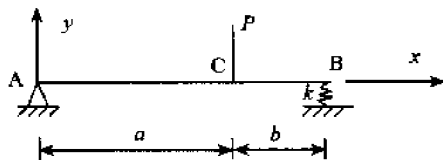

图 6-28
1. 简支梁如图 6-28 所示,支座 B 为弹簧支撑,弹簧刚度是 k 。当用积分法求梁的位移时,确定积分常数的支撑条件是____、____;连续条件是____、____。